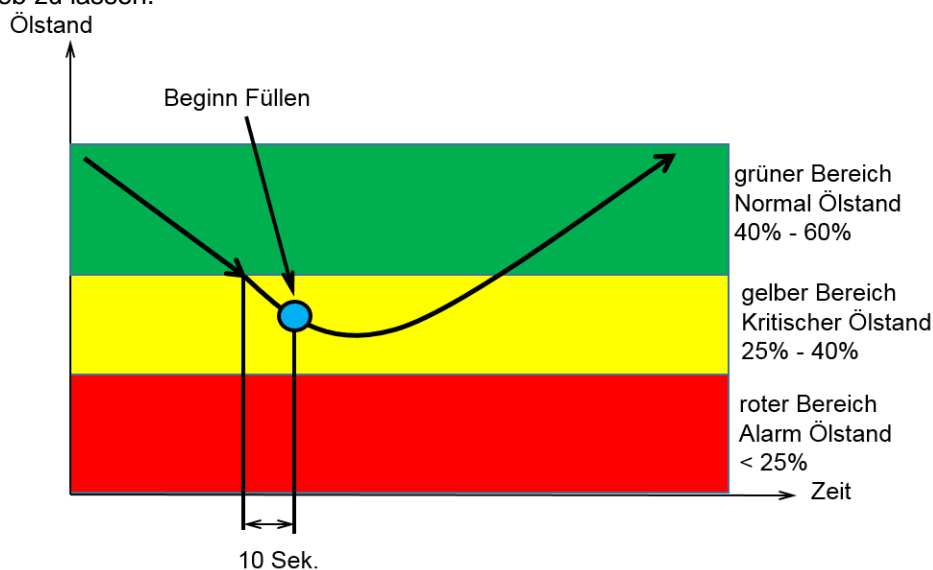

Abbildung 1 Logik Füllen – kritischer Bereich
2. Ölreguliersystem mit Rotalockadapter: Teflondichtung in Verdichter einlegen (Bild 1).